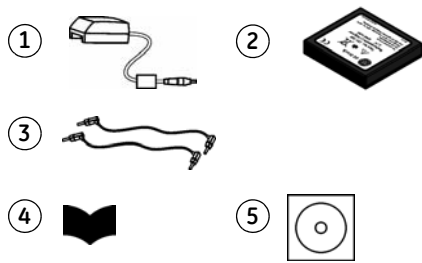

Figura 1-7: Acessórios incluídos
- Certifique-se de que não haja danos no instrumento e que não haja itens perdidos; veja a Figura 1-7.